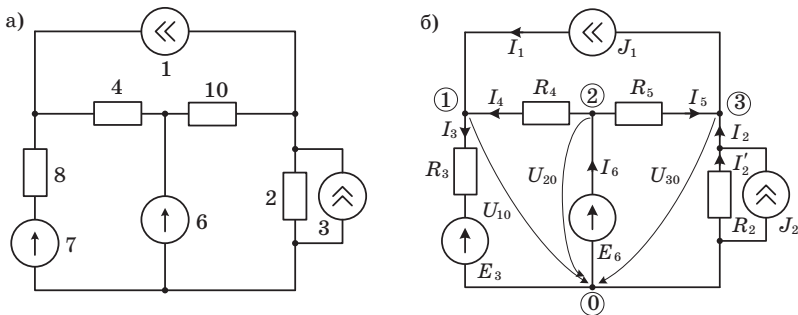

Рис. 1.9
**Пример 1.4.** Записать уравнения методом узловых напряжений и рассчитать токи в ветвях цепи, схема которой представлена на рис.1.9, а.
*Решение.* Обозначим и пронумеруем элементы в ветвях схемы (рис. 1.9, б), укажем предполагаемое направление токов в ветвях. Так как в схеме имеется идеальный источник ЭДС  $E_6$ , то в качестве опорного (нулевого) выберем один из узлов, примыкающих к ветви с этим источником. Укажем стрелками, направленными от узлов схемы к опорному, узловые напряжения  $U_{10}, U_{20}, U_{30}$ .
Ток  $I_6$  в ветви с идеальным источником ЭДС найдем, записав уравнение по ЗТК для второго узла (рис. 1.9, б):